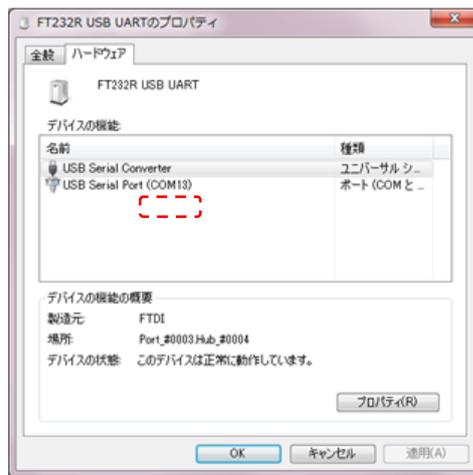

図6 COM ポート番号
8. “プロパティ”画面にある “ハードウェア”のタブをクリックして、表示された COM ポート番号を確認します。(図6) 専用アプリの初期設定時 (5-1) ⑤参照) が必要です。COM ポート番号をメモしておいてください。